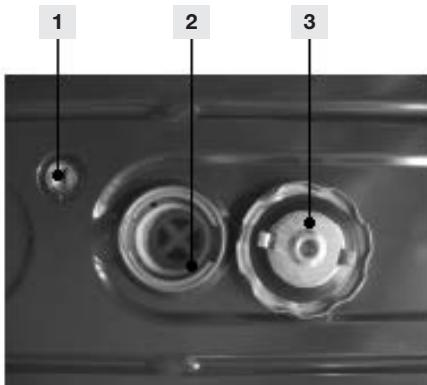

Рис. 4
- На рис. 4 показаны основные элементы топливного бака.